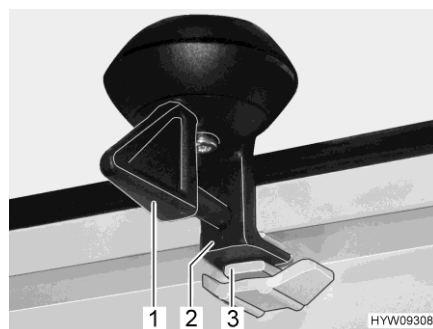

Fig. 71 Verrouillage (position de ventilation)
- Tourner le levier (Fig. 71,1) d'un quart de tour. Le dispositif de verrouillage (Fig. 71,2) doit pénétrer dans le logement supérieur (Fig. 71,3).